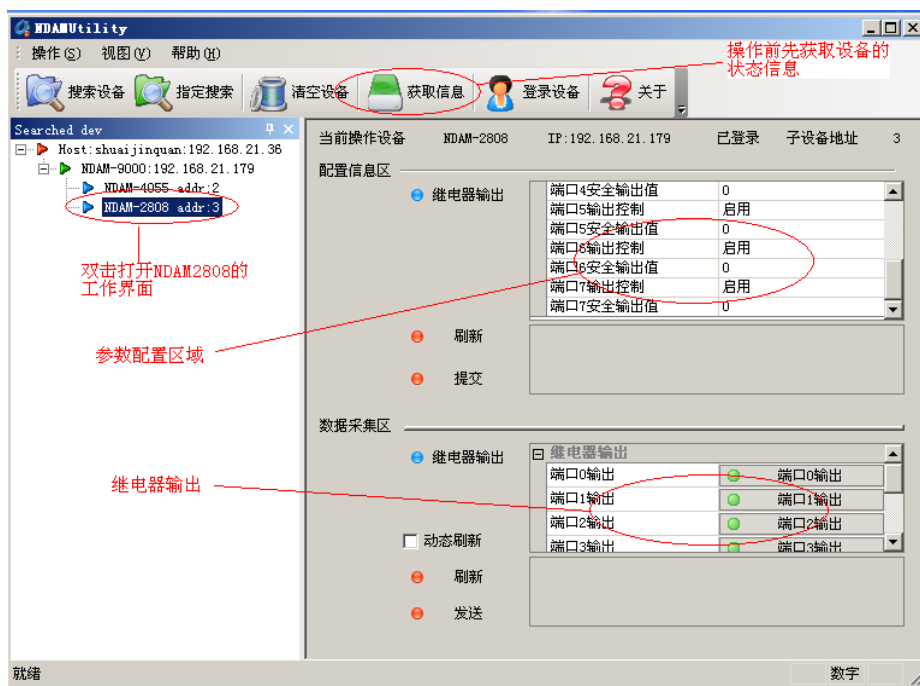

图 3.5 获取设备信息后界面
④ 单击界面中的“获取信息”按钮，得到如图 3.5 所示界面。其中，“参数配置窗口”用于配置各输入通道的安全值和通道锁定，“显示窗口”用于显示继电器各通道的输出值。